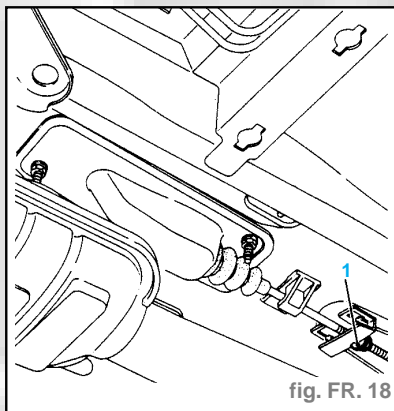

fig. FR. 18
- Véhicule sur un pont à prise sous coque, dévisser l'écrou (1) de façon à libérer totalement le palonnier central (fig. FR. 18).